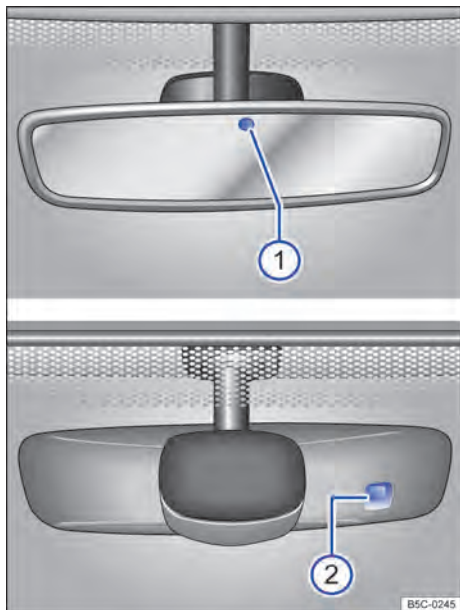

Fig. 70 No para-brisa: espelho retrovisor interno com antiofusco automático.
As possíveis causas de avarias e interpretações errôneas na área da superfície sensível → Fig. 70 do sensor de chuva são, entre outras:
Quando a ignição é ligada, os sensores medem a incidência de luz. Existem 2 sensores no espelho retrovisor interno, um que mede a incidência de luz pela *frente* → Fig. 70 ① e outro que mede a incidência de luz por *trás* ②. Em função dos valores medidos, o espelho retrovisor interno é escurecido automaticamente.